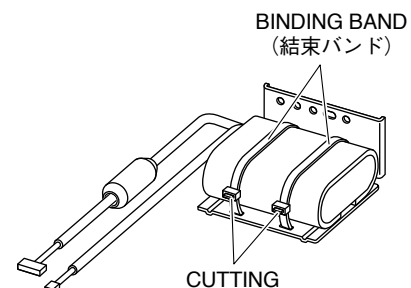

Fig. 15 (図 15)
- 11-4. Fix with the binding band and cut its ends (at 2 locations). (Fig. 15)
- 11-4. 結束バンドで固定し、端末をカットします。(2箇所) (図 15)